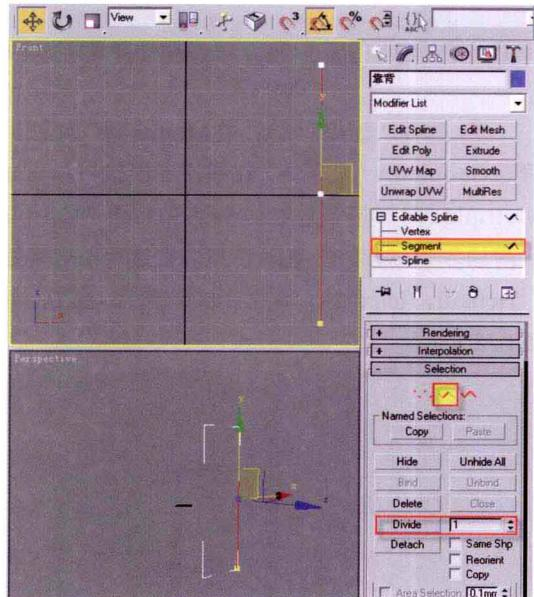

图1-6
⑥ 激活“靠背”模型的Segment (线段)层级, 在Geometry (几何体) 卷展栏下面执行Divide (拆分) 命令, Divide (拆分) 参数值为1, 为靠背线中间位置添加一个新的顶点, 如图1-6所示。